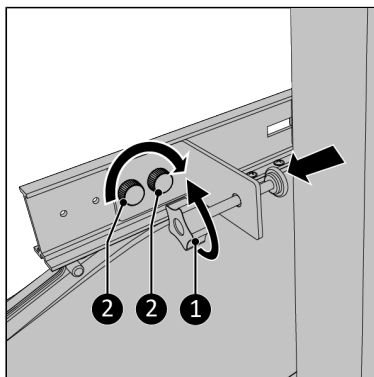

Abbildung 134.
12. Schrauben Sie die Klemmschraube vollständig zurück (Abbildung 134, Pos. 1).
14. Schrauben Sie die Klemmhalterung mit den beiden Knopfschrauben (Abbildung 134, Pos. 2) an der Hauptschiene fest.